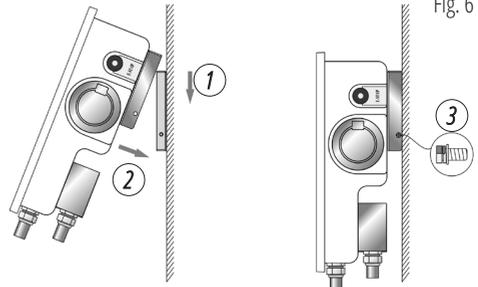

Fig. 6
PASO 4. MONTAJE DE LA ESTACIÓN DE CARGA EN LA PARED. Como se muestra en la Fig. 6, fije la estación de carga a la pared y, a continuación, fije las dos partes para completar el proceso de montaje.